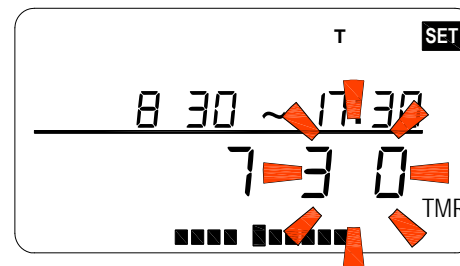

Abbildung 24
- Drücken Sie SET um die geänderten Stundeneinstellungen zu speichern. Die geänderten Zeiten werden nun angezeigt und die Minutenstelle blinkt, siehe Abbildung 24.